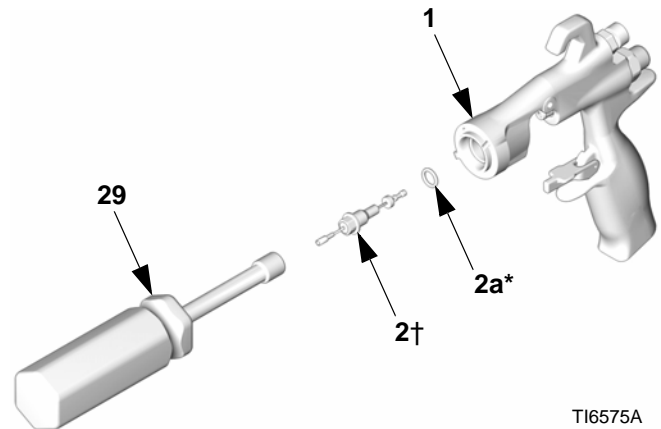
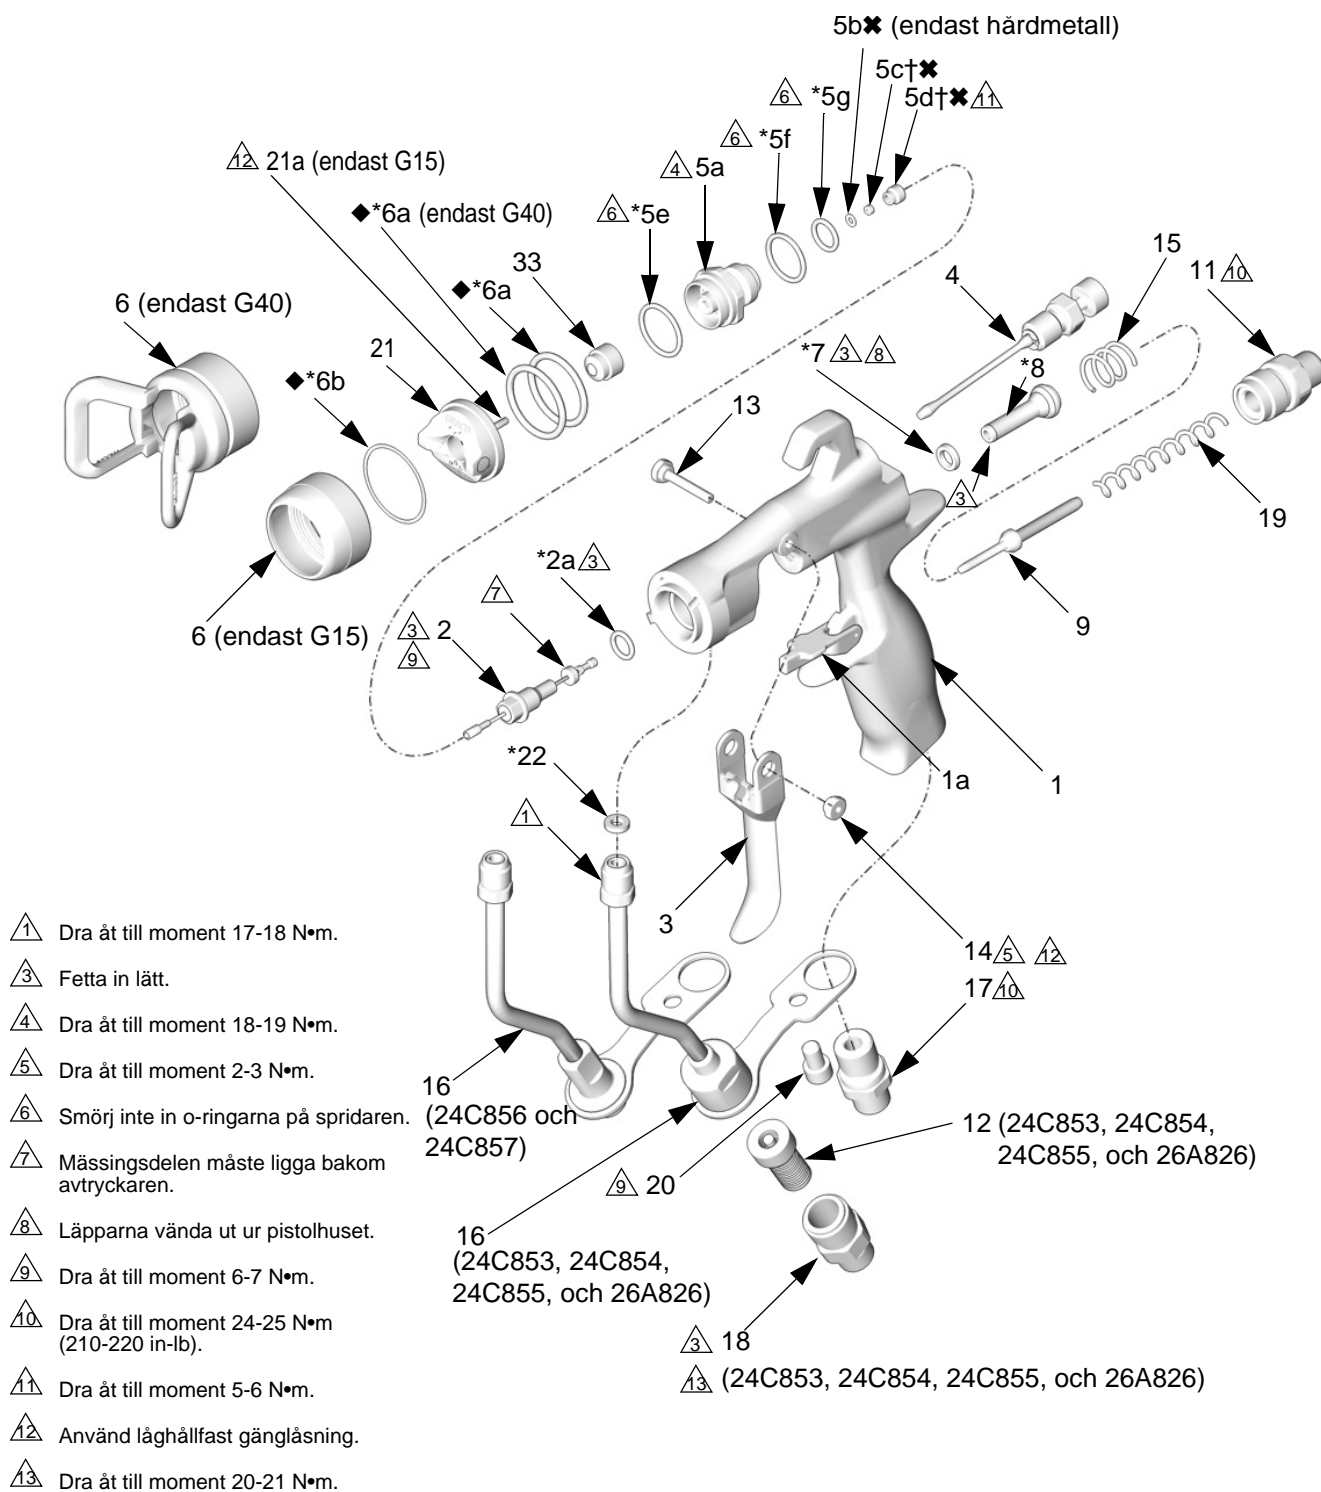

FIG. 42
FIG. 43
1. Sätt i rörpackningen (22\*) i pistolen. Dra åt vätskerörskopplingen (C) i pistolens vätskeintag. Dra åt luftintagskopplingen (17) och skruven (20) med handkraft. Dra åt vätskerörskopplingen till moment 17-18 N•m (150-160 in-lb). Dra åt luftintagskopplingen och skruven till moment 24-25 N•m (210-220 in-lb). Dra åt skruven till vätskerörsfästet till moment 6-7 N•m (50-60 in-lb). Se FIG. 43.
2. Montera vätskefiltret (12) i änden på vätskeröret. Skruva i vätskeintagskopplingen (18) i änden på röret. Dra åt till moment 175-185 in-lb (20-21 N•m). Se FIG. 43.
4. Smörj in framänden på luftventilen (8\*). Trä försiktigt in luftventilen i bakänden på pistolen genom packboxen (7\*) så långt det går. Var försiktig så att inte packboxen skadas. Se FIG. 43.
5. För försiktigt in den smalare änden av spindeln (9) i luftventilen (8\*).
6. Montera de två fjädrarna (15 och 19). Skruva in fjäderlocket (11) i bakänden på pistolhuset. Dra åt till moment 24-25 N•m (210-220 in-lb).
7. Fetta in o-ringarna på nålenheten lätt och axeln där tätningarna glider. Kontrollera att o-ring (2a\*) sitter på plats i pistolhuset (1).
8. Sätt i färgnålsenhetsen (2) i framänden på pistolen. Använd mutternyckeln (29) för att skruva in
färgnålsenhetsen i pistolhuset (1) och dra åt till moment 6-7 N•m (50-60 in-lb). Se FIG. 42.
9. Montera avtryckaren (3), ledstiftet (13) och muttern (14). Använd låghållfast gänglåsning och kontrollera att mässingsdelen på färgnålsenhetsen (2) ligger bakom avtryckaren. Se FIG. 43. Smörj in båda sidorna av ledstiftet där avtryckaren ligger mot stiftet och smörj in navet på båda sidor av pistolen där avtryckaren ligger mot pistolhuset. Dra åt muttern till moment 2-3 N•m (20-30 in-lb).
10. Tryck in avtryckaren medan spridaren (5) monteras i pistolhuset (1) med pistolverket (30). Dra åt till moment 18-19 N•m. När åtdragningen är rätt bottnar flänsen emot pistolen.
11. Montera låsringen (6), luftmunstycket (21) och sprutmunstycket (33).